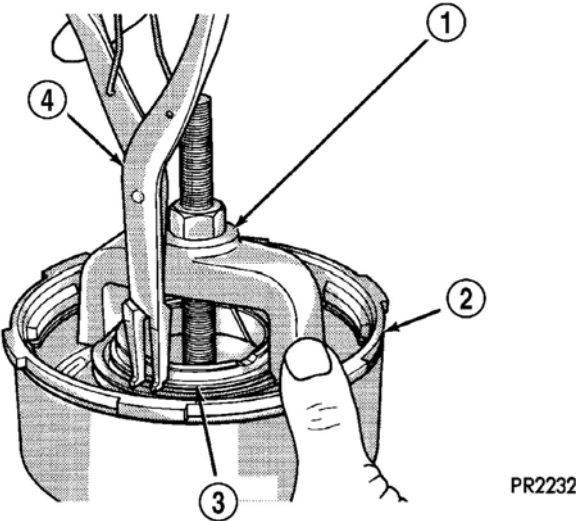

图 117 前离合器回位弹簧卡环
(4) 用工具 C3575A，压缩前离合器回位弹簧和拆下卡环（图 117）。